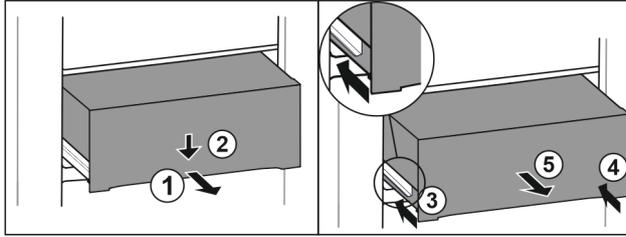

Fig. 120
- ▶ 将抽屉拉出一半。 Fig. 120 (1)
- ▶ 朝下按压正面的抽屉。 Fig. 120 (2)
- ▶ 将左侧轨道推入大约 2 cm。 Fig. 120 (3)
- ▶ 将右侧轨道推入大约 2 cm。 Fig. 120 (4)
- ▶ 朝前取出抽屉。 Fig. 120 (5)